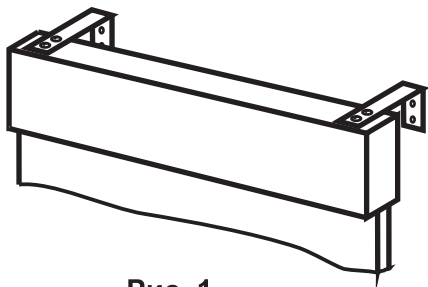

Рис. 1
- 1 - параллельно выходу, комплектуется двумя кронштейнами КУ-1, рис. 1;